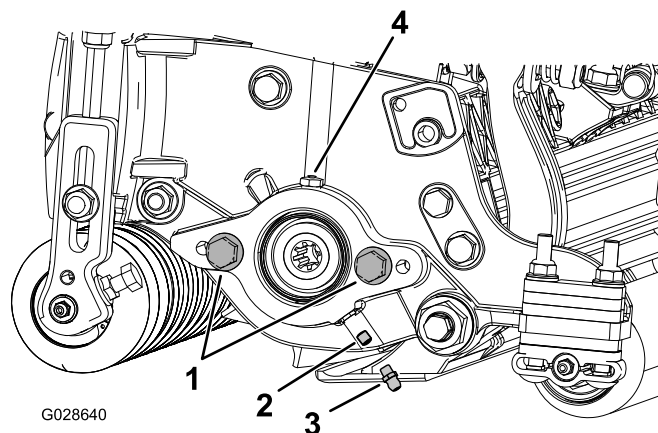

Figura 6
1. Togliete ed eliminate la vite di arresto sulla piastra laterale del motore dei cilindri (Figura 6).
2. Montate il raccordo d'ingrassaggio diritto (Figura 6).
3. Se non sono presenti viti a testa cilindrica sulla piastra laterale del motore dei cilindri, montatele (Figura 6).
5. Montate il motore dei cilindri e ingrassate la piastra laterale fino a quando il grasso in eccesso non fuoriesce dallo spurgo del grasso (Figura 6).